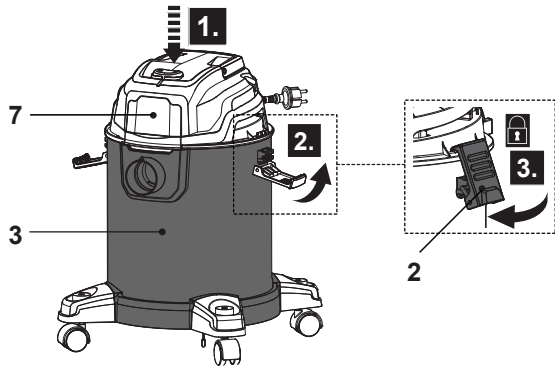

Fig. 9
- > Coloque a unidade do motor (7) com a manga de espuma (17) no depósito (3) e segure-a com os fechos de plástico (2) (Fig. 9). Certifique-se de que a unidade do motor assenta bem no depósito e que a ligação está bem selada.